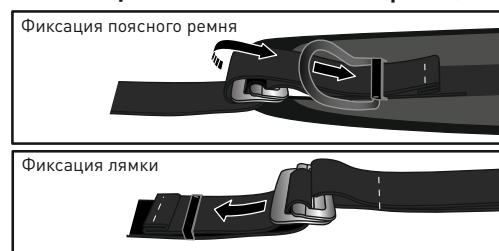

рис.9
**ВНИМАНИЕ: ВСЕГДА ФИКСИРУЙТЕ КОНЦЫ ЛЯМОК ШЛЕВКАМИ (рис. 9)**